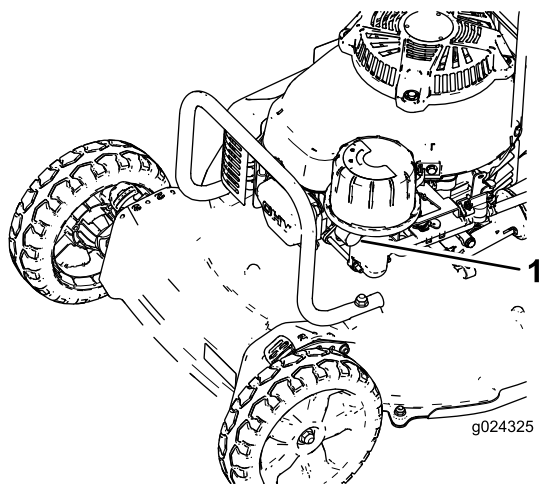

Figure 16
- Appuyez fermement sur la poire de l'amorceur (Figure 16) pendant 1 seconde.